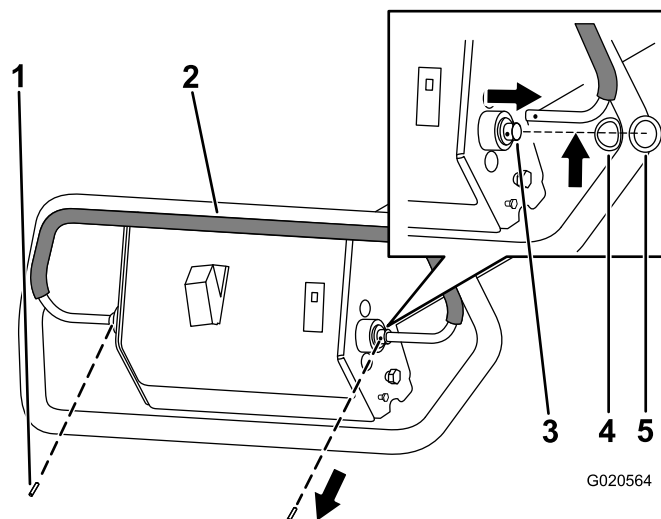

図 6
1. 走行ハンドルの左側端部から、ロールピンを取り外す (図 6)。
2. 走行ハンドルの右側端部から、ロールピンを取り外す (図 6)。
3. 走行ハンドルの左側端部を持ち上げて左へ移動させ、ハンドルの左端をピボット軸から解放する (図 6)。
4. 走行ハンドルを、ピボット軸から右へ動かす (図 6)。
5. 走行ハンドルを取り外す (図 6)。